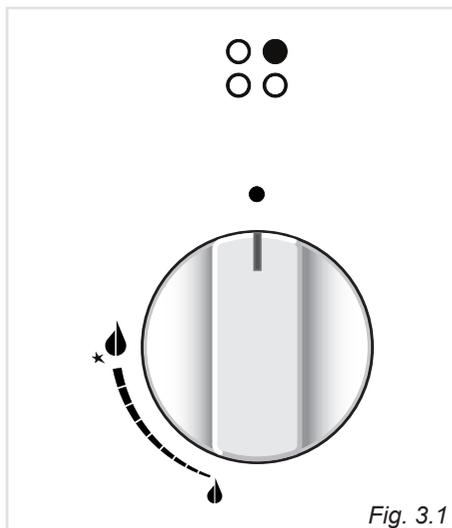

Fig. 3.1
L'afflusso del gas ai bruciatori è regolato da un rubinetto valvolato comandato dalla manopola di fig. 3.1.
- √ L'accensione elettrica è incorporata nelle manopole dei bruciatori e si identifica per il simbolo " ✱ " vicino al simbolo " ● " (fig. 3.1).